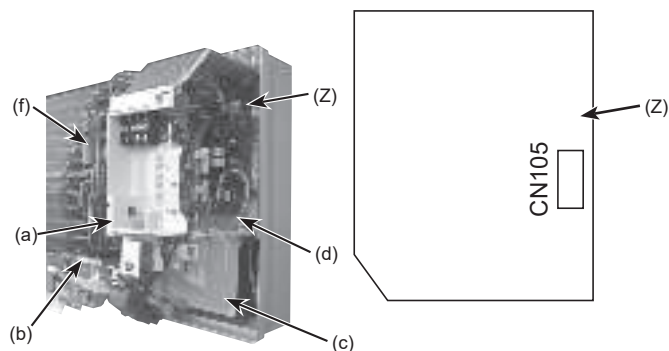
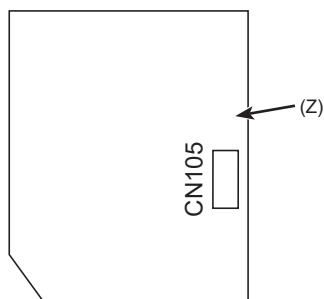

Fig. 6-5
Fig. 6-6
- (8) Retire la guía del cable. (Fig. 6-5)
- (10) Quite el termistor de la tubería de líquido (TH2). (Fig. 6-5)
- (11) Desprenda parcialmente la cinta del motor de paletas y afloje el cable. (Fig. 6-5)
- (12) Afloje el cable del motor del ventilador. (Fig. 6-5)
- (13) Extraiga la caja eléctrica tirando hacia usted.
- (14) CN105 se encuentra en el panel del controlador interior. (Fig. 6-6)
- (15) Vuelva a colocar las piezas que había retirado.1
- (R) Rejilla frontal
- (S) Tornillos
- (T) Tornillos y cubretornillos
- (U) Tornillo de la cubierta
- (V) Ganchos
- (W) Tornillo de la cubierta de la caja eléctrica (lateral)
- (X) Tornillo de la cubierta de la caja eléctrica (frontal)
- (Y) Corte de agua
- (Z) Panel del controlador interior (I.B.)